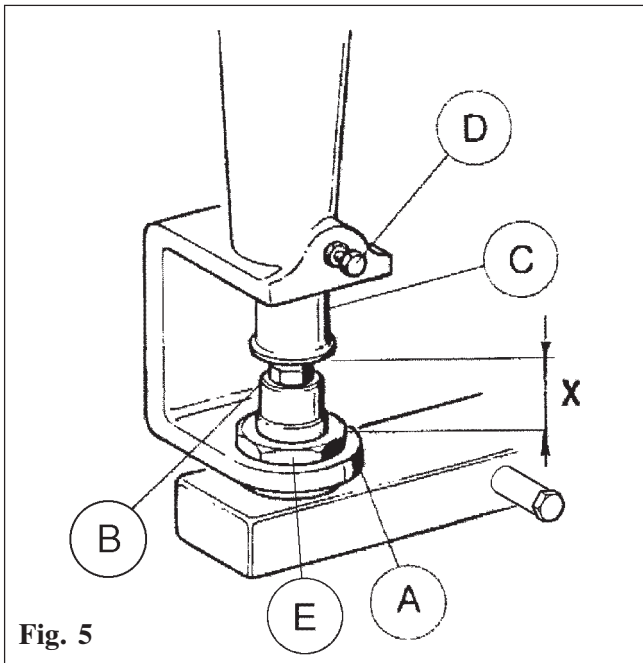

Fig. 5
F) Burner (Fig. 5)
- Unscrew the nut (Fig. 5 pos. E)